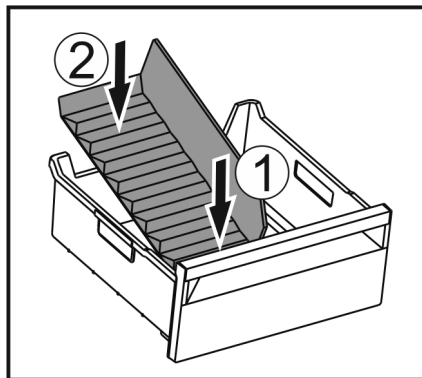

Fig. 139
- ▶ Поставете предната част на разделителя на отделението за лед. Fig. 139 (1)
- ▶ Спуснете задната част на разделителя на отделението за лед до дъното на чекмеджето. Fig. 139 (2)